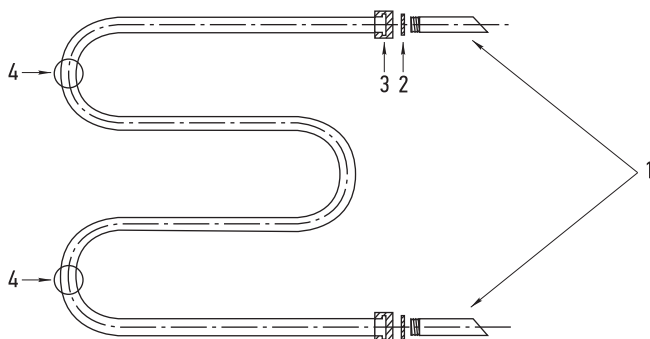

Рис. 8
4.2. Полотенцесушитель М-образный, комплектуется согласно схеме подключения (рис. 8):